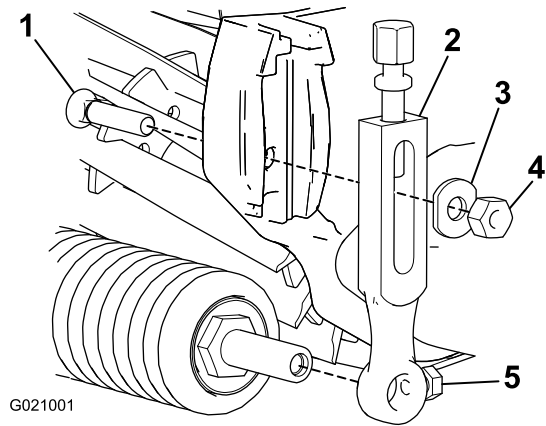

Figura 1
1. Retire el perno avellanado, la arandela y la tuerca que sujetan uno de los brazos de ajuste de la altura de corte a la chapa lateral de la unidad de corte (Figura 1).
2. Afloje los tornillos de montaje del rodillo de los brazos de ajuste de la altura de corte (Figura 1).
3. Retire el brazo de ajuste de la altura de corte del eje del rodillo (Figura 1).